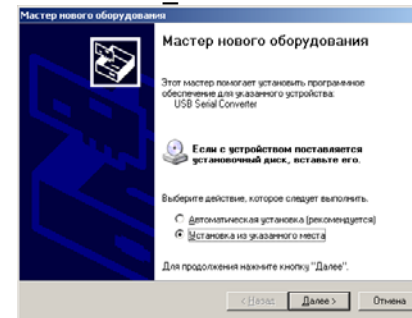
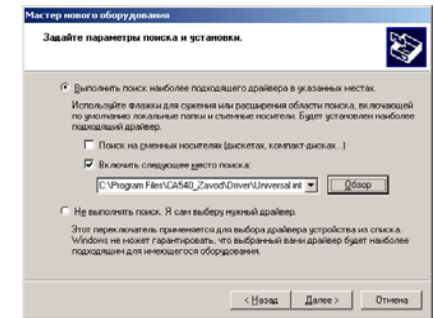

Рисунок 8.9
Рисунок 8.10
2) После включения ПК на экране появится сообщение **Найдено новое оборудование**, а затем окно программы установки нового оборудования (рисунок 8.9).
3) Установить драйвер Блока сопряжения универсального, для чего в окне (рисунок 8.9) щелкнуть в поле "Установка из указанного места", а затем по кнопке **Далее**. На экране появится окно (рисунок 8.10). Щелкнуть по кнопке **Обзор** и выбрать папку C:\Program Files\CA540_Zavod\Driver\Universal interface block.